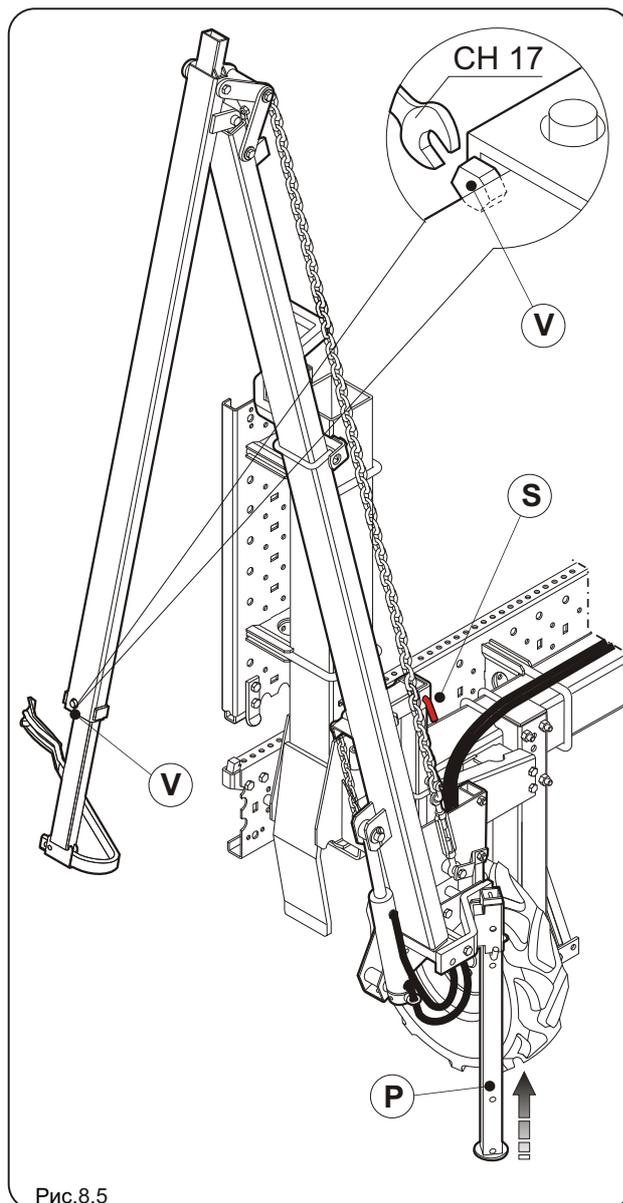

Рис.8.5
- Уберите штырь безопасности **S** (рис.8.5), с осторожностью отпуская кронштейн разметчика рядов.
**В процессе работы разметчик рядов располагается, как показано на рис.8.5.**
- Ослабьте винт **V** (рис.8.5) настолько, чтобы позволить перемещение насадки сапки.